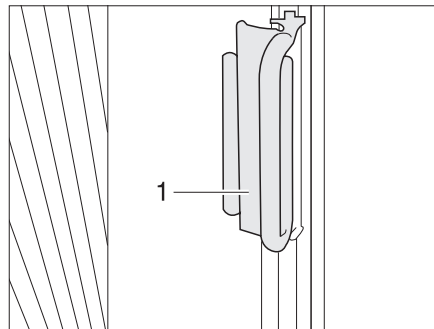

Bild 16 Griff faltverdunklung Frontscheibe
- Die faltverdunklungen für die Frontscheibe mit den Griffen (Bild 16,1) unter die abdeckungen an den A-Säulen schieben und den Griff auf der abdeckung feststecken. Die faltverdunklung ist gesichert.